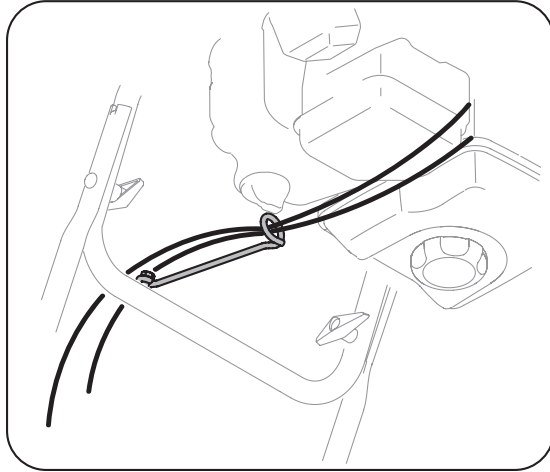

Figure 3-6
**REMARQUE:** Si besoin est, le support de la manivelle de la goulotte peut être ajusté de manière que la partie hélicoïdale de la manivelle s'engrène bien avec les dents de la goulotte. Consultez le chapitre «Réglages». Voir la Figure 3-6.